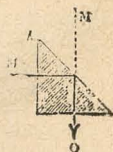

Fig. 126.—Prisma de reflexión total:  $M$ , rayo incidente;  $O$ , rayo reflejado.
**4. Reflexión total.**—Cuando un haz luminoso encuentra muy oblicuamente la superficie de un medio menos refringente que aquel en que se propaga, puede suceder que no penetre en el segundo medio, y se refleje enteramente en el primero. Esa propiedad se utiliza en los prismas de *reflexión total*, para invertir la dirección de un haz luminoso (fig. 126).